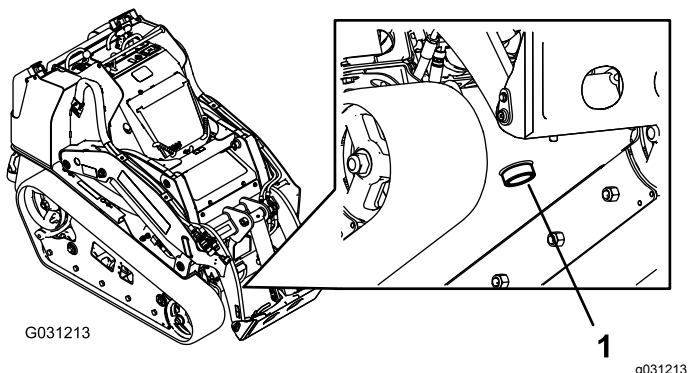

Рисунок 68
7. Разместите большой сливной поддон (емкостью 57 литров) под сливной пробкой в передней части машины (Рисунок 68).
8. Снимите сливную пробку и дайте маслу стечь в поддон (Рисунок 68).